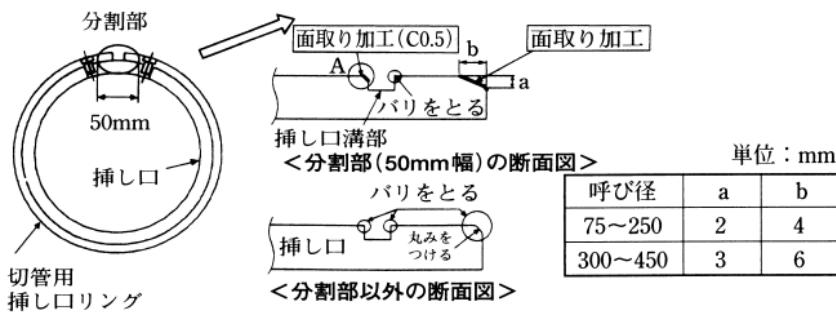

図58 挿し口のバリ取りおよび端面処理
③やすりまたはグラインダなどを使用して、加工部に発生したバリを取り、挿し口端面に丸みをつける。また、図58のように、切管用挿し口リングの分割部が位置する箇所(幅50mm)の挿し口端面には、 $2 \times 4\text{mm}$ (呼び径75~250)または、 $3 \times 6\text{mm}$ (呼び径300~450)の面取り、挿し口溝部(A部)にC0.5程度の面取りを行なう。
切管用挿し口リングの分割部が位置する箇所の挿し口端面には、必ず図58に示す面取りを行ってください。面取りが不十分な場合、ゴム輪に傷がつき漏水する恐れがあります。